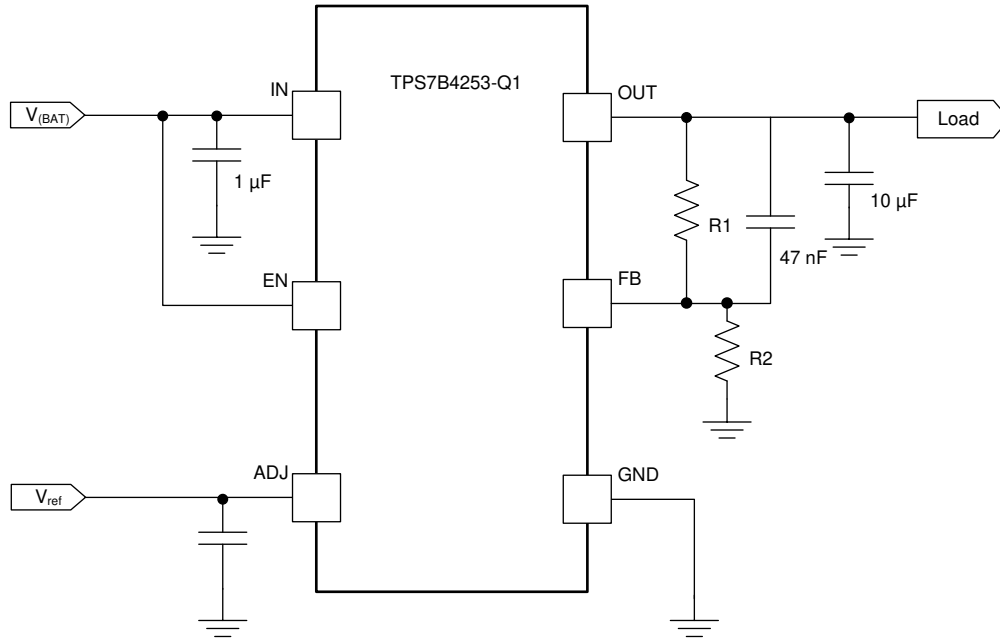

图 6-4. 输出电压高于基准电压
通过使用连接在 OUT 和 FB 引脚之间的外部电阻分压器，可以生成高于基准电压的输出电压，如图 6-4 所示。使用方程式 2 计算输出电压的最小值 (L)。R1 和 R2 的推荐范围为 10kΩ 至 100kΩ。